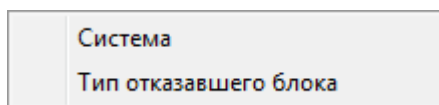

Рис. 13-274 – Контекстное меню
5) Если в качестве системы выбран компонент с установленным флагом «Основная система», то откроется контекстное меню, в котором необходимо выбрать пункт «Система» для установления связи с этим компонентом как системой (рис. 13-274).